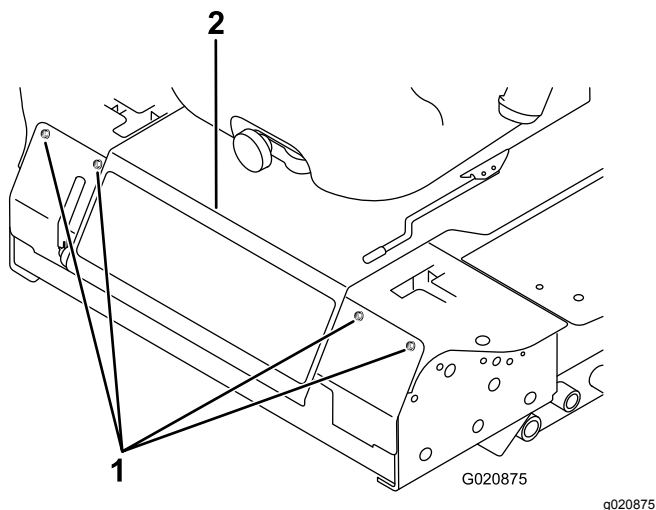

Figura 49
3. Afloje los pernos del panel delantero y retire el panel (Figura 49).